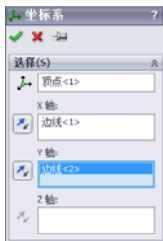
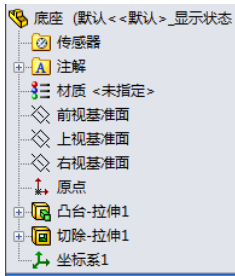

图 1-26 [坐标系]属性管理器
图 1-27 FeatureManger 设计树
1. 选择菜单栏中的[插入]→[参考几何体]→[坐标系]命令,或者单击[参考几何体]工具栏中的[坐标系]图标,此时系统弹出如图 1-26 所示的[坐标系]属性管理器。
3. 单击[坐标系]属性管理器中的[确定]按钮,创建一个新的坐标系,结果如图 1-26 所示。此时所创建的坐标系也会出现在[FeatureManger 设计树]中,如图 1-27 所示。